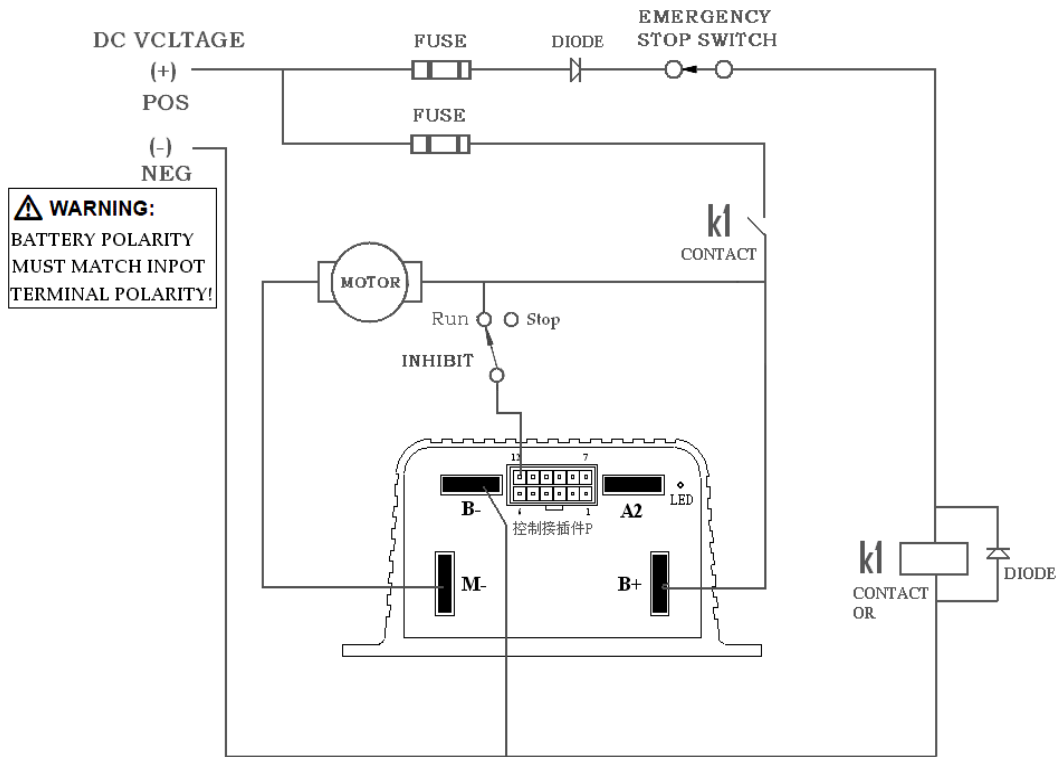

图 4
- 2、典型接线示意图： 见图4
- 1、控制器的电源输入端与电源（电瓶）之间，请务必加装一只快速熔断保险和电磁继电器触点，以防必要时紧急断电。控制器的控制电路输入端与电源（电瓶）之间也必须加装一只快速熔断保险，以防控制电路短路。见图 4
连接直流马达到母线排的 B+, M- 请见图 4。（永磁马达或它励马达）